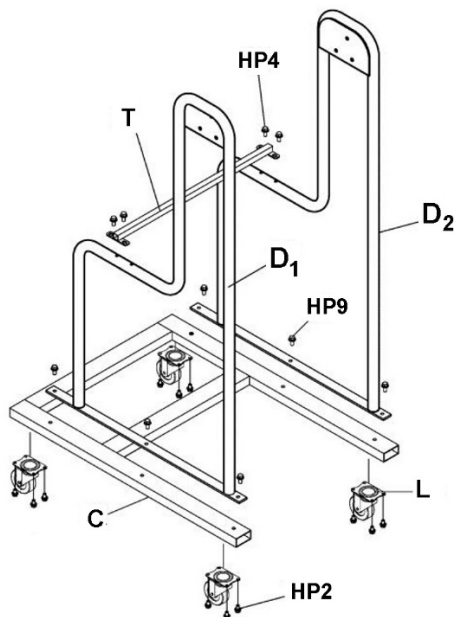

Abbildung 3
1. Die vier Laufrollen (L) mit Flanschkopfschrauben (HP2) am Sockel (C) anbringen. Siehe Abbildung 3.
2. Den linken und den rechten Ständer (D₁, D₂) mit den Flanschkopfschrauben (HP9) am Sockel (C) anbringen.
3. Die Ständerstütze (T) mit den Flanschkopfschrauben (HP5) an den Ständern anbringen.